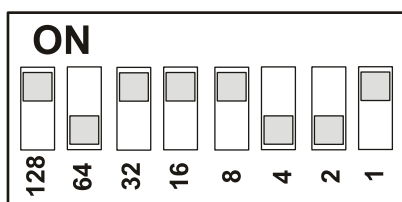

Figure 7 : Bloc de commutateurs DIP avec commutateurs positionnés pour une valeur de réglage de 185
2. Placez les commutateurs numérotés sur ON de sorte que le total des chiffres des commutateurs (sur la position ON) soit égale à la valeur de réglage souhaitée. Commencez par le commutateur possédant le plus grand chiffre inférieur à la valeur de réglage. (Par exemple, si la valeur de réglage souhaitée est 185, mettez d'abord sur ON le commutateur 128, puis le commutateur 32, le commutateur 16, le commutateur 8 et le commutateur 1 [128+32+16+8+1=185] [figure 7]).